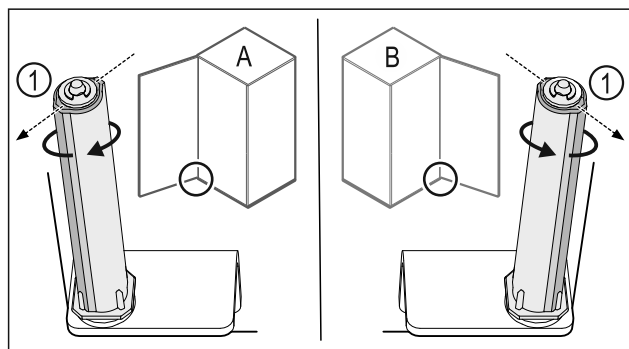

Fig. 44 Venstreanslag (A)/højreanslag (B)
- ▶ Drej lukkesystemet mod modstanden, indtil lukkesystemets forbindelsesdel Fig. 44 (1) peger udad.